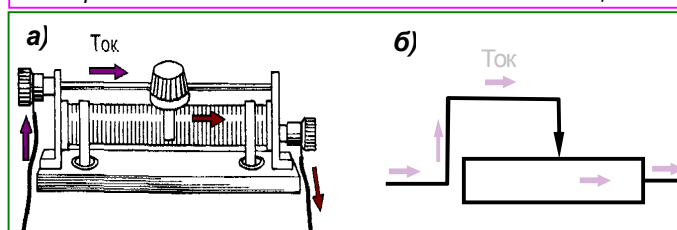

Рис. 94. Ползунковый реостат (а) и его обозначение на схемах.
2. Объясните по *рис. 94*, как устроен ползунковый реостат. Как можно включать его в цепь?